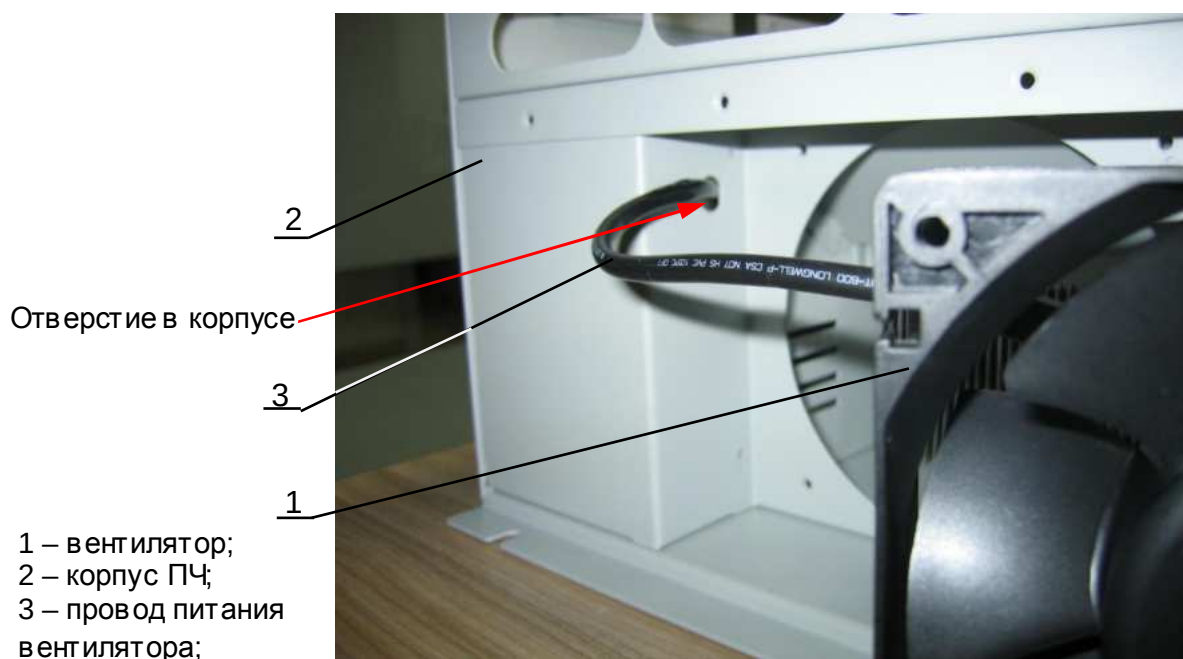

Рис.7.20
7.6.2. Установить вентилятор (1) в корпус ПЧ (2), предварительно продев конец провода питания (3) вентилятора в отверстие в корпусе ПЧ (рис.7.20).